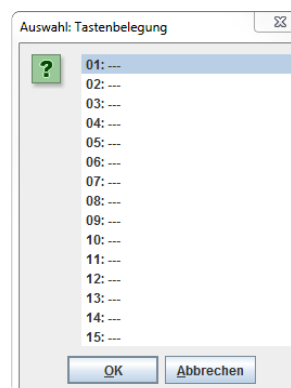

Abbildung 35-7
- Übernehmen Sie die voreingestellte Taste mit „ok“ oder wählen Sie eine andere Taste aus. (Abbildung 35-7)